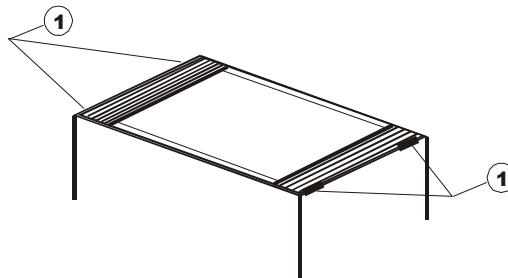

Abb. 1: Batterien ersetzen
2. Entfernen Sie die Abdeckung auf der Bodenseite des Instrumentes mit einem Schraubenzieher in der richtigen Position (1) und schrauben die 4 Befestigungsschrauben ab (sehen Sie Abb. 1).